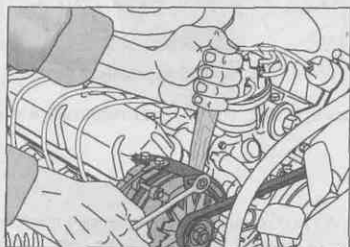

Рис. 14.15. Затяните регулировочные болты
5. Наденьте ремень на все шкивы и с помощью рычага (опять же это может быть рукоятка молотка) добейтесь, чтобы при нажатии на ремень его прогиб составлял около 1 см. Затяните регулировочные болты или гайки (рис. 14.15).